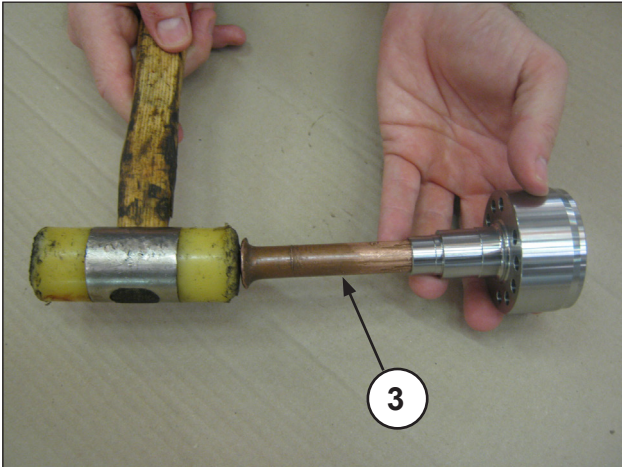
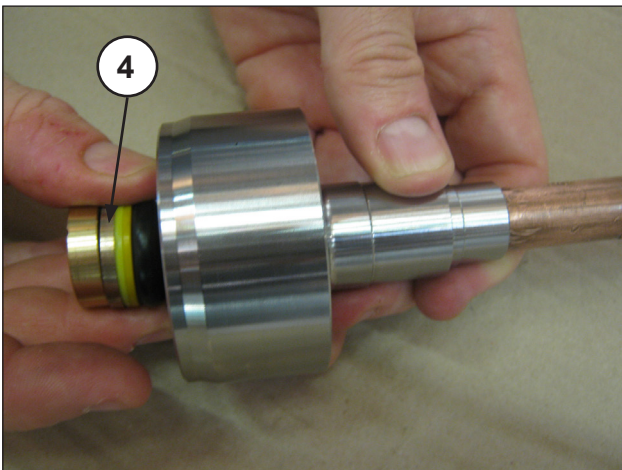
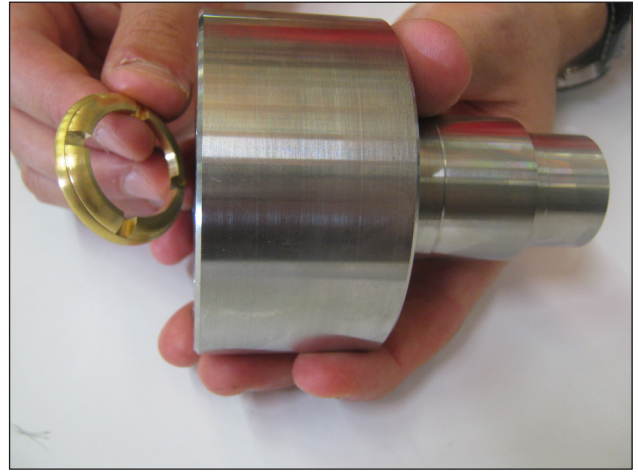

Fig. 128
Fig. 129
Fig. 130
- Com o suporte dos vedantes HP separado e com um pino adequado (pos. ③ Fig. 128) faça sair o pacote de H.P. (alta pressão) (pos. ④ Fig. 129), extraia, por fim, o anel da cabeça (Fig. 130).
A cada desmontagem, o pacote de HP (Fig. 129, pos. ④) deverá ser substituído.